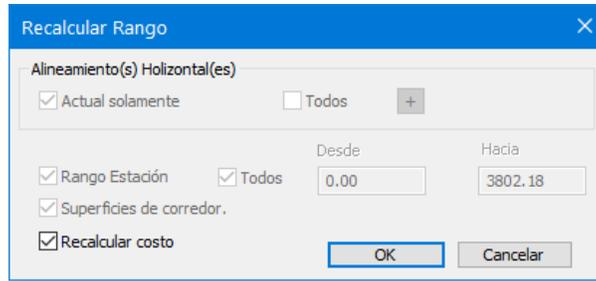

Figura 16-3: Recalcular Rango con la Opción Re-Costo Habilitada
9. Asegure que la opción *Re-Costo* esté habilitada en el cuadro *Recalcular Rango* (Figura 16-3)